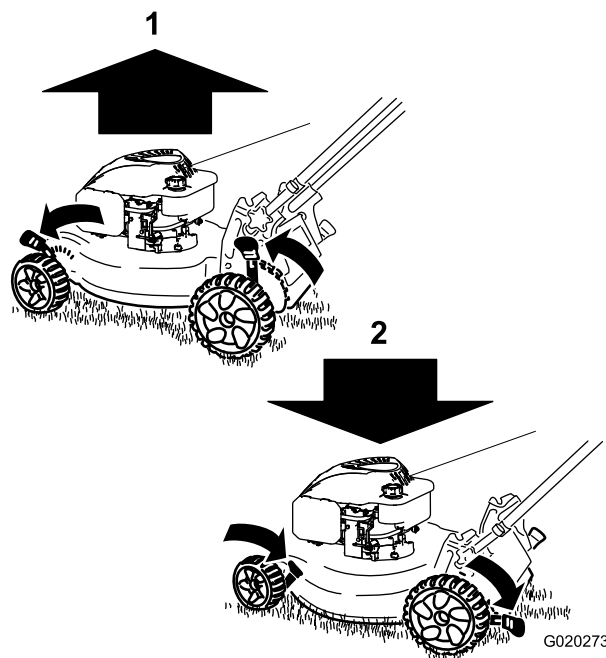

Рисунок 15
**Примечание:** Для того чтобы поднять газонокосилку, переместите все рычаги регулировки высоты скашивания вперед; для опускания – переместите все рычаги назад (Рисунок 15).